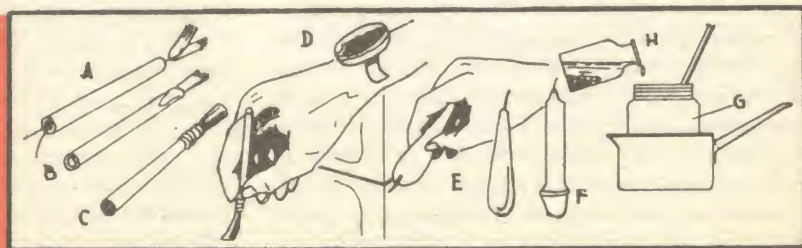

Fig. 3
Questi si presentano sotto forma di preparati solidi, liquidi o pastosi. Essi hanno tutti lo scopo di provocare un contatto diretto tra il metallo d'apporto e quello da saldare. I principali materiali facenti parte della composizione di questi pulitori sono le sostanze grasse, le resine ed i cloruri. Questi ultimi agiscono come dissolventi dello strato d'ossido che ricopre tutti i metalli. I più usati sono i cloruri di zinco e d'ammoniaca. Per questi lavori su zinco decomponete una piccola quantità di spirito di sale gettando dei trucioli di zinco in una piccola quantità di acido cloridrico. Per evitare, durante questa operazione, le proiezioni corrosive, versate poco per volta lo zinco nell'acido. Tale decapante viene applicato sullo zinco mediante un pennello il cui manico (A-B-C, fig. 3) è in vetro, in zinco oppure in materia plastica. Nelle stesse circostanze potete fare uso di cloruro di zinco chimicamente puro, unito ad una resina o ad un grasso qualunque. Si possono anche usare dei blocchi di sale ammoniaco fuso, ma in pratica essi vengono riservati alla pulitura dei saldatoio. Tra i decapanti grassi,
citiamo la collofonia, la serina, la glicerina, il sego, la vasellina, la paraffina e la cera vergine. I pulitori debbono sempre essere scelti secondo i metalli da saldare. Per il piombo utilizzerete sempre la resina, il sego (E, fig. 3) o la stearina (F). Per il ferro bianco e lo stagno, il pulitore più usato è costituito da una soluzione di cloruro di zinco. Per le saldature sul piombo (tubazioni sanitarie), preferite la candela di sego che troverete in tutte le